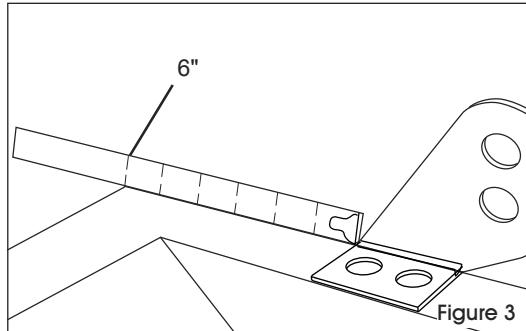

Figure 3
6. Mesurez 15,2 cm (6 po) à partir du côté avant droit de la benne. (Voir Figure 3)